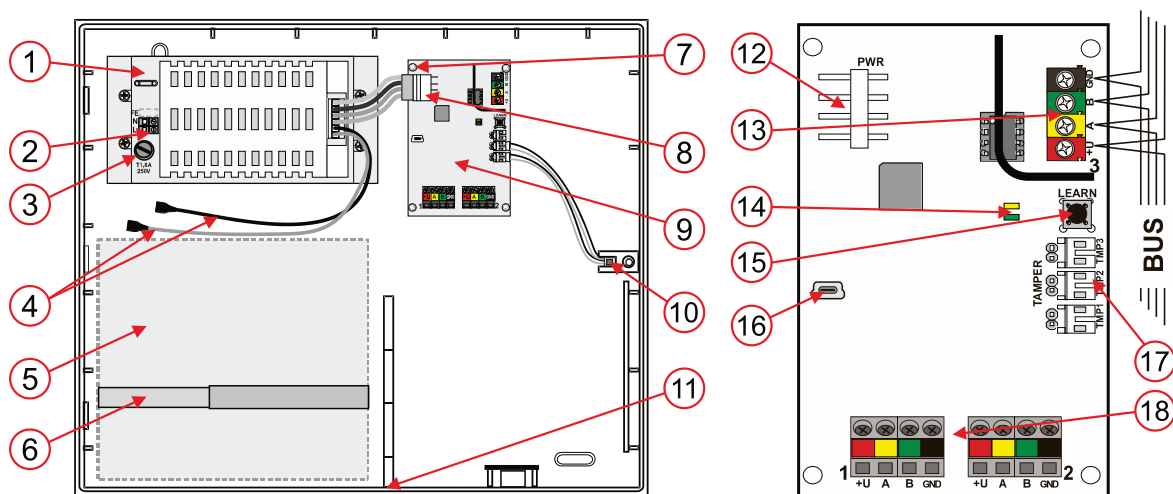

Figure 3: Description des composants internes du produit
1. Percez les trous dans le boîtier en plastique PLV-CP-L (11) pour les câbles du bus et le câble d'alimentation.
2. Effectuez l'installation du contact de sabotage arrière (10).
4. Installez la source d'alimentation JA-107PWR (1) et le module amplificateur (9) à l'intérieur du boîtier et fixez-les à l'aide de 4 vis (7) à l'emplacement indiqué sur la figure 3.
5. Branchez les contacts de sabotage avant et arrière (10) dans les connecteurs (17) du module. Bloquez toutes les entrées de sabotage inutilisées à l'aide d'un cavalier (les broches se trouvent à côté de chaque connecteur sur le côté gauche).
6. Connectez le câble du bus de la centrale d'alarme (13) et les câbles de sortie bus (18).
7. Connectez le connecteur de source d'alimentation (8) à la borne (12) et branchez la batterie de secours. Fixez la batterie de secours à l'aide de la sangle prévue à cet effet (6). Veillez à respecter la polarité (rouge +, noir -).
8. Branchez l'alimentation secteur aux bornes N et L (2) et mettez-la en marche.